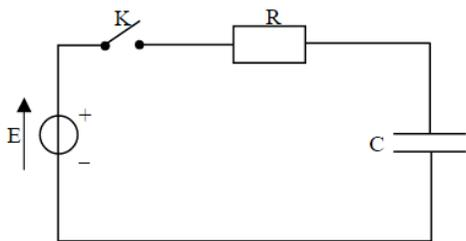

Figure 1
Le montage du circuit électrique schématisé ci-dessous (figure 1) comporte :
Sur le schéma du circuit donné en ANNEXE (figure 1 à rendre avec la copie), une flèche représente le sens de circulation du courant d'intensité i dans le circuit. Ce sens sera considéré comme le sens positif. Par ailleurs, on note q la charge de l'armature du condensateur qui se chargera positivement.
- 1.1. En utilisant la convention récepteur, représenter par des flèches sur la figure 1 de l'ANNEXE les tensions u_C aux bornes du condensateur et u_R aux bornes du conducteur ohmique.